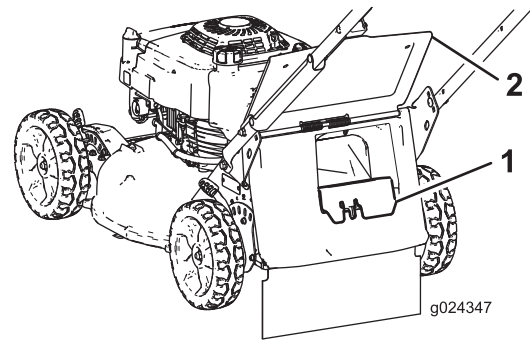

Bild 18
- Wenn die Heckauswurfklappe nicht eingesetzt ist, fassen Sie sie am Griff an, heben Sie die Heckklappe an und setzen sie in den Heckauswurfkanal ein, bis der Riegel einrastet (Bild 18).
3. Drücken Sie zum Entfernen der Heckauswurfklappe mit dem Daumen auf den Riegel und ziehen die Klappe aus der Maschine (Bild 18).